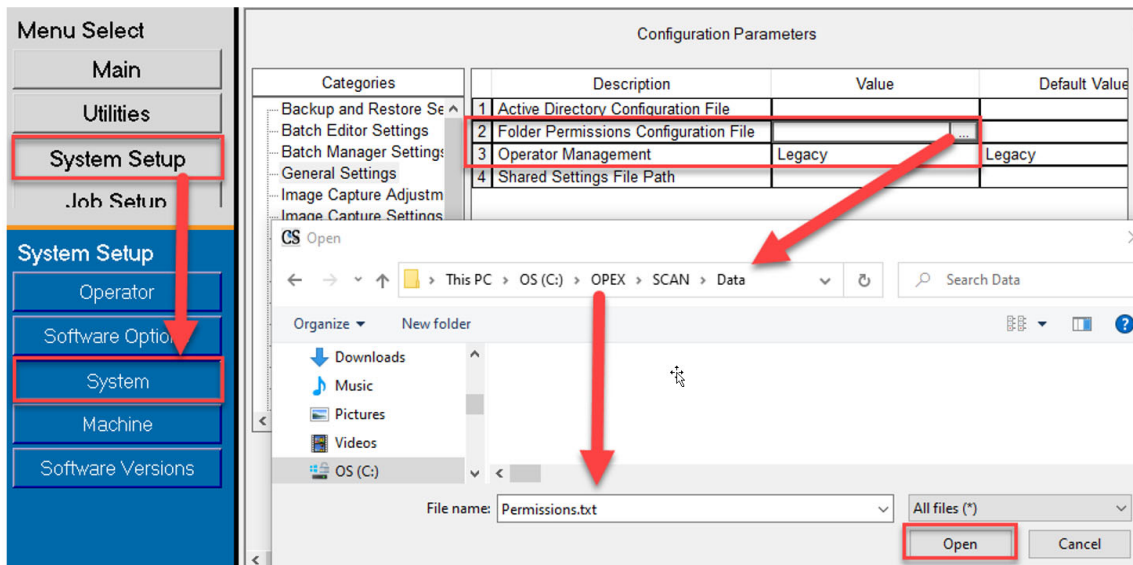

Abbildung 3-29: Berechtigungsdatei erstellen
- Gehen Sie zu **System Setup > System > Allgemeine Einstellungen > Konfigurationsdatei für Ordnerberechtigungen** (Abbildung 3-29).